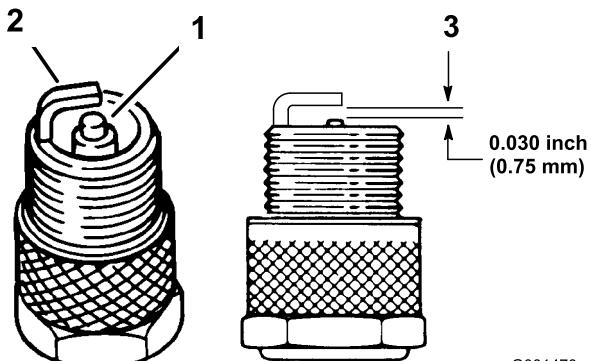

Figure 35
- Examinez le centre des bougies (Figure 35). Si le bec de l'isolateur est recouvert d'un léger dépôt gris ou brun, le moteur fonctionne correctement. S'il est couvert d'un dépôt noir, c'est généralement signe que le filtre à air est encrassé.
- Contrôlez l'écartement entre l'électrode centrale et l'électrode latérale (Figure 35). Courbez l'électrode latérale (Figure 35) si l'écartement est incorrect.
- Connectez les bougies (Figure 35).